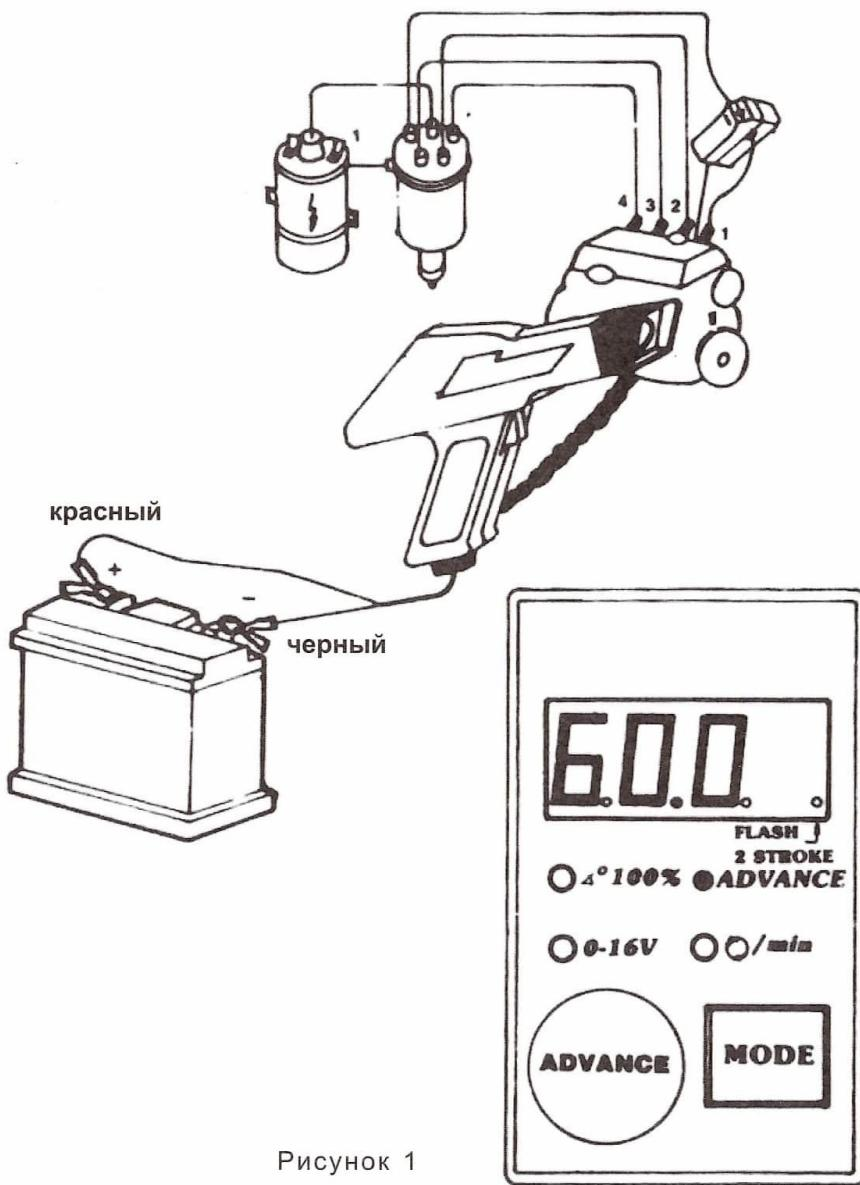

Рисунок 1
Питание стробоскопа осуществляется непосредственно от аккумуляторной батареи. Подсоедините красный зажим к положительному (+) контакту, а черный зажим к отрицательному (-) контакту. (См. Рисунок 1)
3. Подсоедините красный зажим к положительному (+) контакту батареи, а черный зажим к отрицательному (-). (См. рисунок 1.)